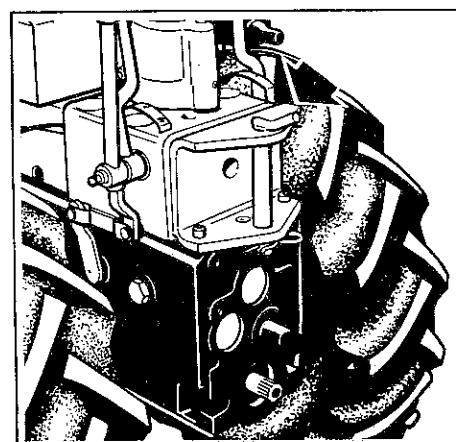

Fig. 9 - Bild 9
Il motocoltivatore è dotato di gancio di traino del tipo a perno rigido. Il gancio di traino è spostato sopra la p.d.f. (vedere la fig. 9).
*The two-wheeled tractor is provided a rigid-pin towing hook. The towing hook is located above p.t.o. splined shafts (see fig. 9).*
Le motoculteur est pourvu d'un crochet de traction, type à axe rigide, qui est situé au-dessus de la p.d.f. (voir fig. 9).
Der Einachsschlepper wird mit einer Anhängekupplung, Type mit festen Bolzen, versehen. Die Anhängekupplung ist oberhalb der Zapfwelle angeordnet (siehe Bild 9).